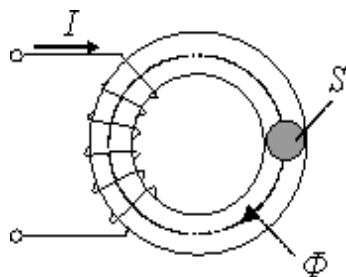

Рис.9
86. В тороидальном сердечнике кольцевой формы (Рис.9) из электротехнической стали марки 1511(ОИ1 приложение 4) необходимо получить магнитный поток $\Phi=2 \cdot 10^{-3}$ Вб. Длина средней магнитной линии составляет $l=628$ мм, сечение сердечника $S=1,256 \cdot 10^{-6}$ мм². Определить силу тока в обмотке, имеющей 100 витков, магнитную проницаемость стали (относительную) и индуктивность катушки.